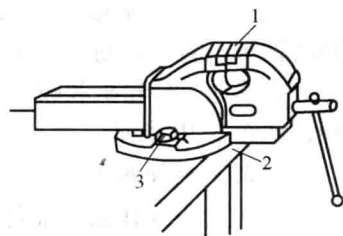

图 1-6 台虎钳的安装位置
1) 台虎钳安装在钳台上时, 必须使固定钳身的钳口工作面处于钳台边缘之外, 以保证夹持条形工件时, 工件的下端不受钳台边缘的阻碍, 如图 1-6 所示。